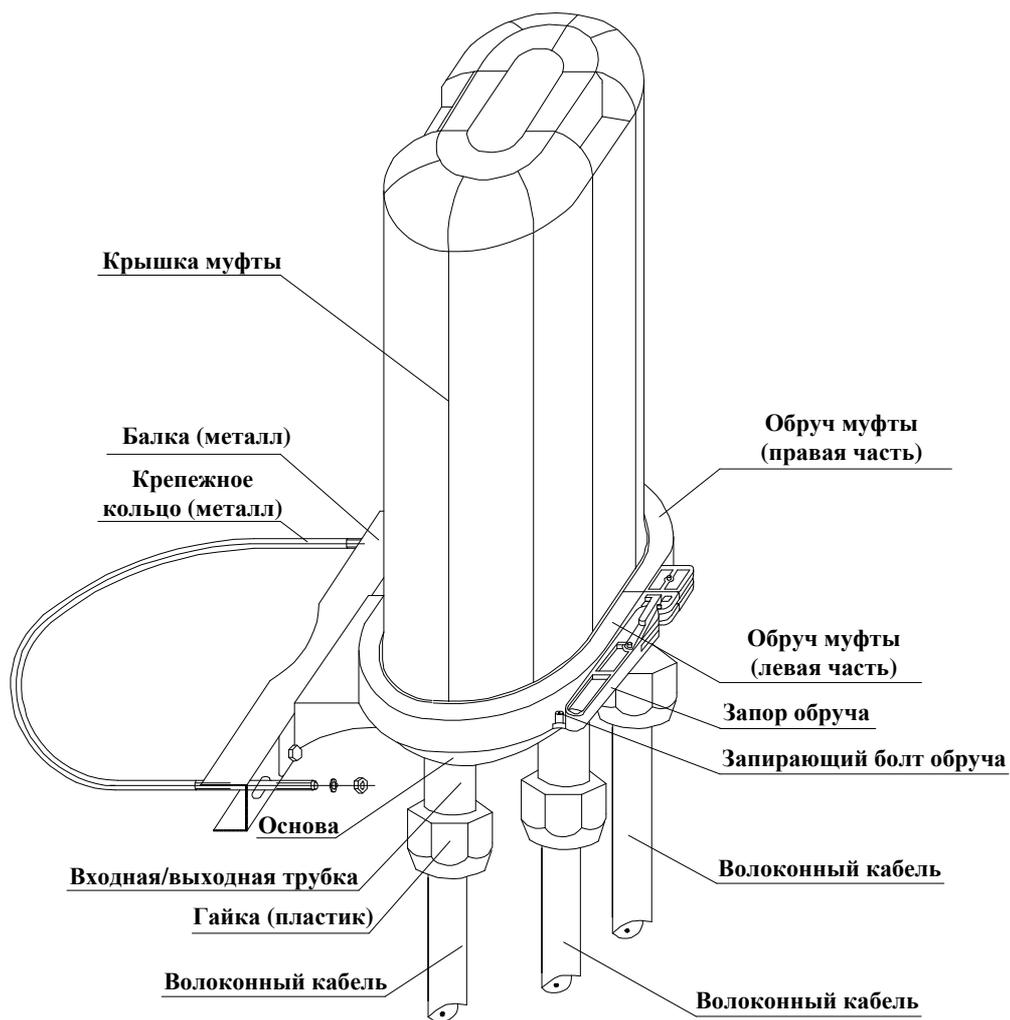

Рисунок 8
- ① При воздушной протяжке: закрепите металлический обруч и рейку на столбе (или другой опоре). Следуйте указаниям рисунка 8.
- ② При монтаже на стенах зданий: закрепите крепежную скобу на стену, используя крепежные болты. (Металлический обруч в этом случае не нужен).
③ При подземной прокладке: металлический обруч не нужен.
6.10.5 Смотрите рисунок 8.